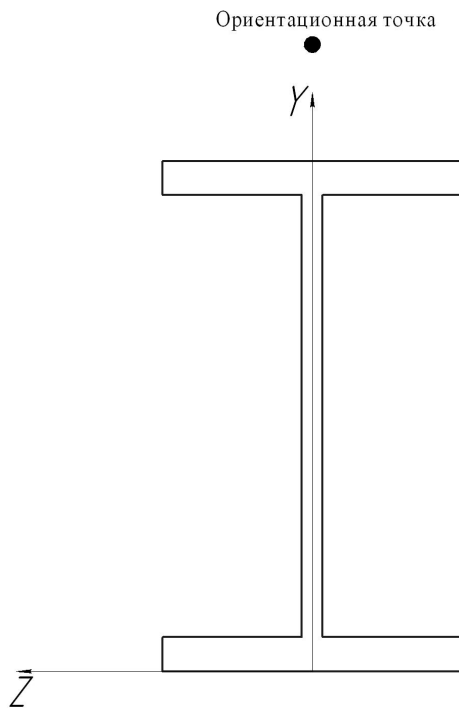

Рис. 3.4. Расположение ориентационной точки
3) Для ориентации сечения балки в пространстве задается ориентационная точка. Для ориентации двутаврового сечения вдоль оси Y (рис. 3.4) создайте точку 4 (0,1,0).